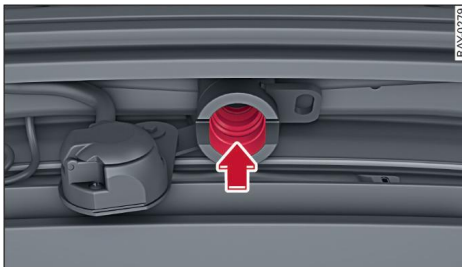

Fig. 101 Dispositivo desmontable para remolque: Colocar la rótula
- ▶ Coloque la rótula pretensada en el alojamiento ⇒ fig. 101 y haga presión hacia arriba en la dirección que indica la flecha ⇒ ⚠. El proceso de bloqueo se realiza de un modo automático. En ese momento debe poder oírse claramente un chasquido de encastre.